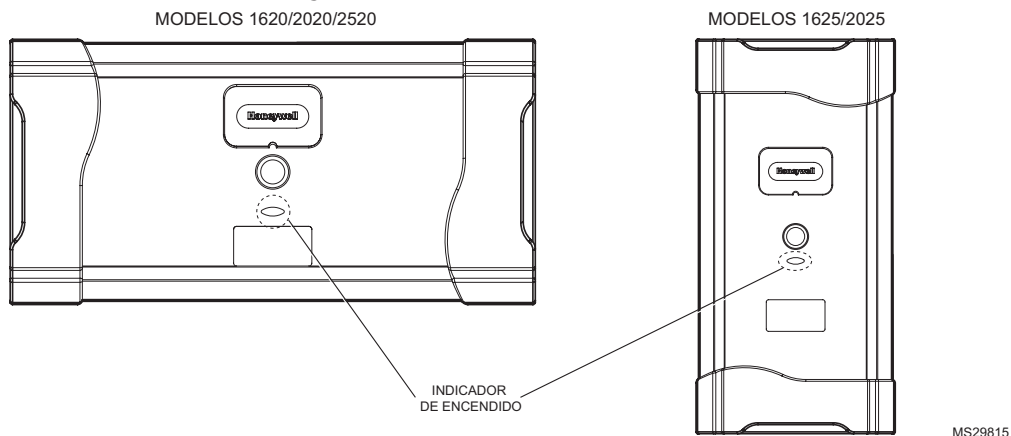

Fig. 17. Indicador de encendido.
d. La luz del indicador de encendido, ubicada debajo del interruptor de encendido del limpiador de aire mejorado Honeywell, se iluminará (ver Fig. 17).
El limpiador de aire mejorado Honeywell tiene una luz del indicador de encendido ubicada en la puerta (ver Fig. 17 en la página 19). Esta luz del indicador de encendido se ilumina cuando se instala la puerta del limpiador de aire mejorado Honeywell, cuando el interruptor de encendido está en la posición “ON” (encendido) Y cuando el soplador del controlador de aire o el soplador del equipo de calefacción están en funcionamiento, y (para los modelos 1620, 2020 y 2520) cuando se detecta flujo de aire. Si la luz del indicador de encendido no se ilumina, siga los siguientes pasos para localizar y solucionar el problema.